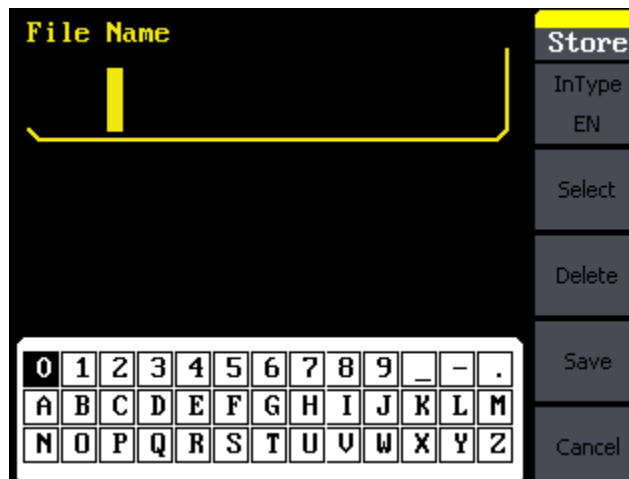

Рис. 10-2 Окно ввода имени файла
3. Выбрав необходимую ячейку, нажмите кнопку **Save**. В открывшемся окне (рис. 10-2) задайте имя ячейки и нажмите **Save** еще раз для сохранения. Для выбора символов используйте ручку регулятора. Для подтверждения выбранного символа нажмите кнопку **Select**.
Текущее выходное сопротивление отображается в правой центральной части экрана (рис. 10-2).